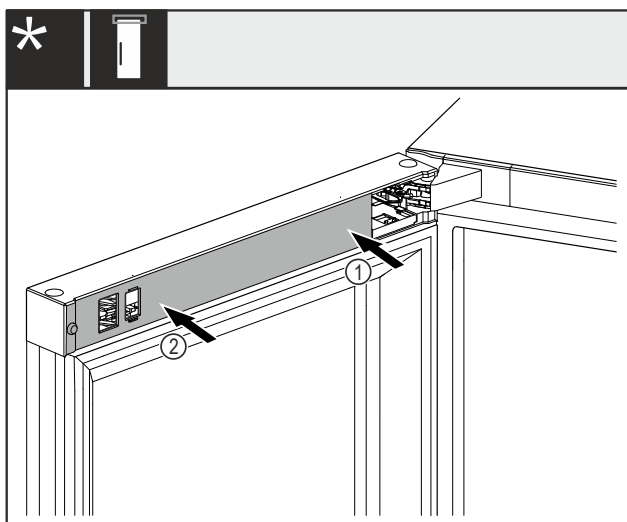

Fig. 47 *
- ▶ Coloque primero la cubierta Fig. 47 (1) en el lado del soporte del cojinete y encájela.*
- ▶ Coloque la cubierta Fig. 47 (2) en el lado exterior y encájela.*